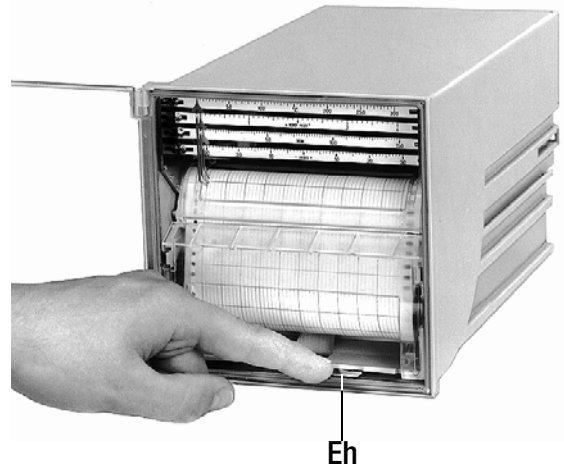

Bild 1 Herausnehmen des Schreibtisches
- Entriegelungshebel **Eh** (siehe Bild 1) nach unten drücken; der Schreibtisch schwenkt aus. Schreibtisch herausnehmen.